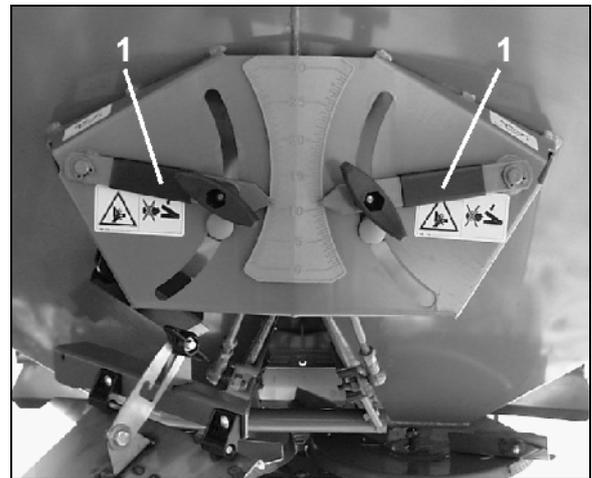

Fig. 103
- o sich die Einstell-Lehre (Option Fig. 103/1) leicht einpassen lassen.
2. Die Lehre (Fig. 103/1) einlegen.